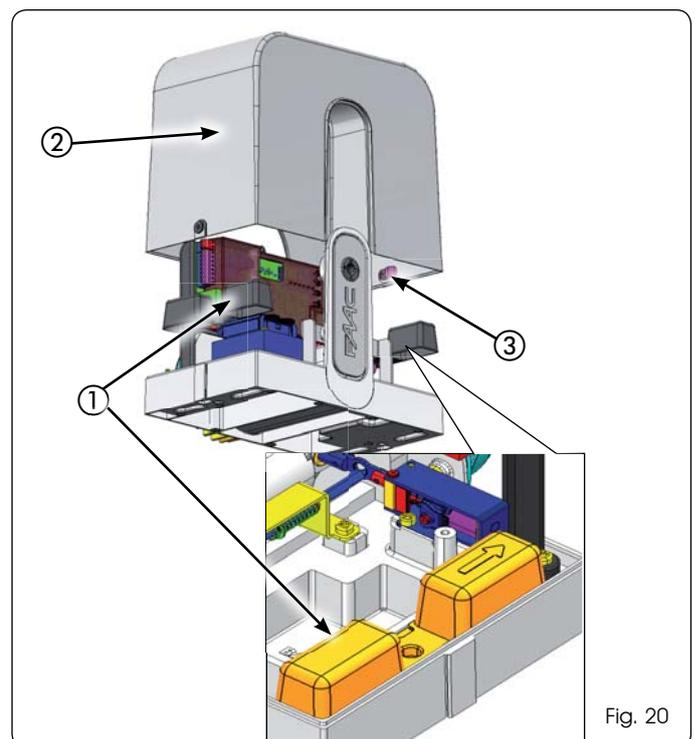

Fig. 20
Inserire a pressione le coperture in plastica delle viti di fissaggio operatore verificando che la freccia sia rivolta verso il cancello (Fig. 20 rif. ①), infilare il carter di copertura (Fig. 20 rif. ②) e ruotare gli appositi fermi laterali (Fig. 20 rif. ③).